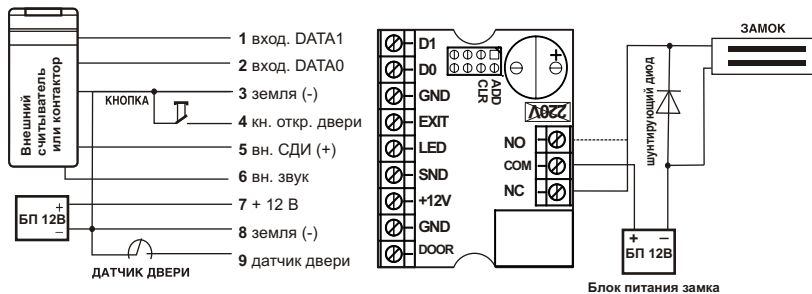

Рис. 6 Подключение внешних устройств
4. Установите шунтирующий диод (см. рис. 6 на стр.40) в случае использования индуктивной нагрузки (электромагнитный или электромеханический замки).
**Важно!** Для защиты контактов реле от выгорания при подключении индуктивной нагрузки в виде электромагнитного или электромеханического замка следует параллельно обмотке замка установить шунтирующий диод, входящий в комплект поставки (см. рис.6 на стр.40).